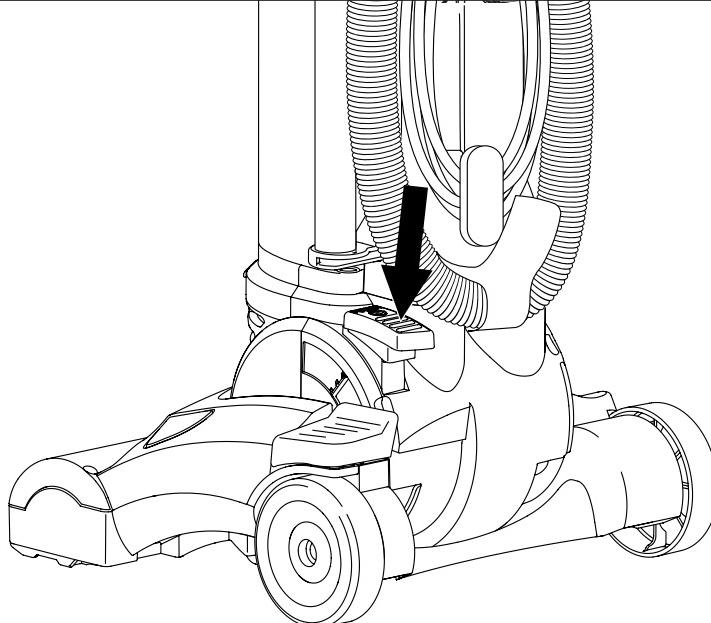

FIG. 12
Step 3: ON/OFF Switch. (FIG. 12) The ON/OFF switch is on the base. Press once to turn on and press again to turn off.
Étape 3. Interrupteur « ON/OFF ». (FIG. 12) L'i Interrupteur « ON/OFF » est à la base de l'appareil. Appuyez une fois pour mettre l'appareil en marche et appuyez de nouveau pour l'arrêter.
Paso 3. Interruptor “ON/OFF”. (FIG. 12) El interruptor “ON/OFF” (encendido/apagado) se encuentra en la base. Oprima el interruptor una vez para encender la aspiradora y una vez más para apagarla.